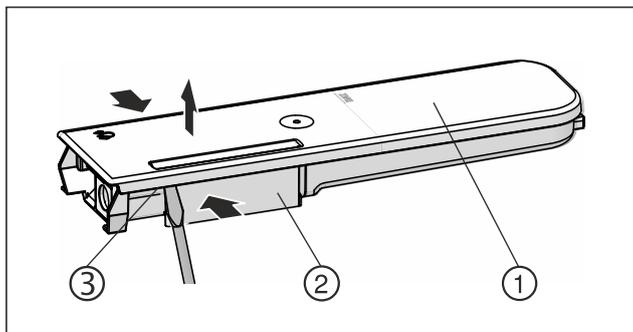

Fig. 165
- ▶ Stlačte nádržku na vodu Fig. 165 (2) k sobě a víko Fig. 165 (1) opatrně vypáče přes západky Fig. 165 (3) a vytáhněte nahoru.
- ▶ Víkem Fig. 165 (1) pohybujte lehce tam a zpět a sejměte jej nahoru.